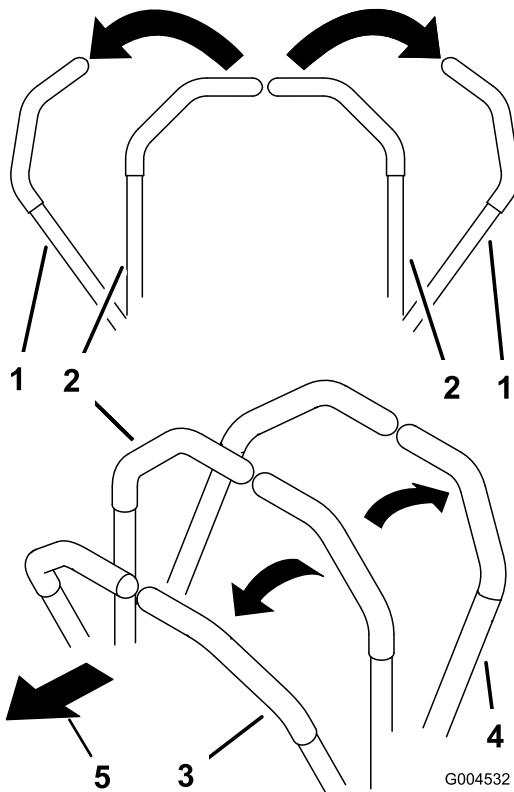

Figure 46
1. Mettez les leviers de commande de déplacement (Figure 46) en position de verrouillage au point mort.
- Pour vous déplacer en ligne droite en marche avant, poussez lentement les leviers de commande de déplacement vers l'avant (Figure 46).
- Pour vous déplacer en ligne droite en marche arrière, tirez doucement les leviers en arrière (Figure 46).
- Pour tourner, ralentssez la machine en tirant les deux leviers en arrière puis poussez en avant le levier du côté opposé à celui que vous voulez prendre (Figure 46).